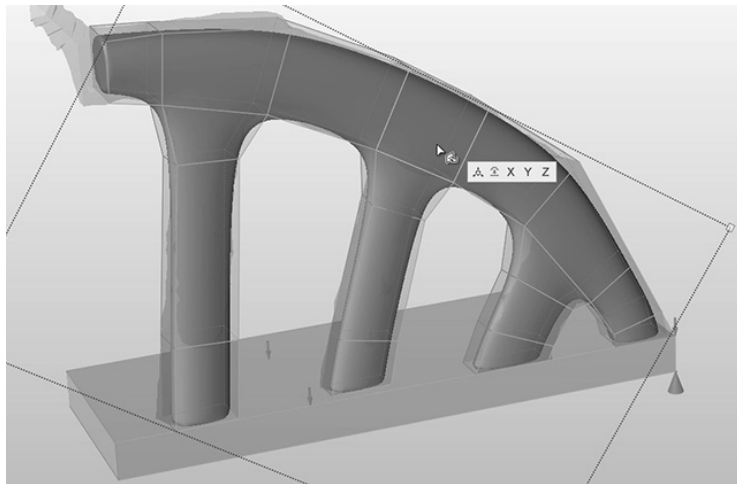

图 15-11
2) 双击 PolyNURBS 的外表面, 选中 30° 角内所有的箱体面, 如图 15-11 所示。